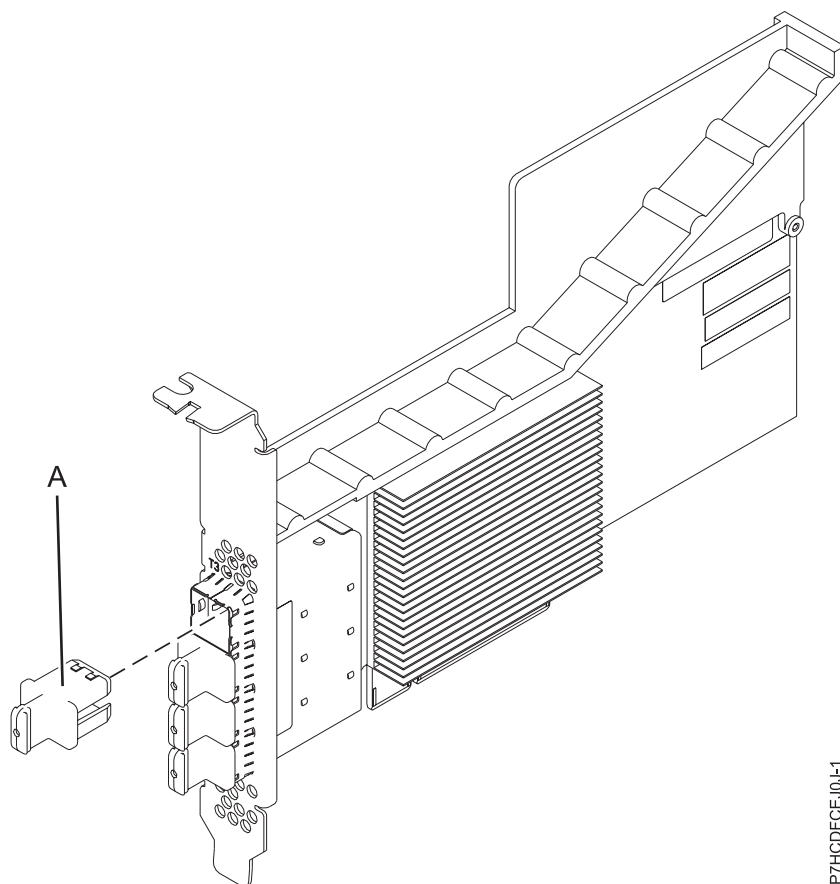

Figura 17. Adaptador de cintes PCIe3 SAS
L'adaptador de cintes PCIe3 SAS de quatre ports 6Gb x8 és un adaptador RAID SAS PCI Express (PCIe) de tercer generació, de perfil baix i format petit, però empaquetat per a la instal·lació d'alçada completa. L'adaptador s'utilitza en aplicacions d'alt rendiment, alta densitat i SCSI connectat en sèrie (SAS). Admet la connexió de cintes SAS utilitzant mini connectors x4 SAS d'alta densitat (HD) que permeten que els enllaços físics es puguin fer servir en diverses configuracions de port reduïdes i àmplies. La connexió de cintes SAS només s'admet en una configuració d'un sol adaptador i no es pot combinar amb el disc SAS del mateix adaptador. L'adaptador no té memòria cau d'escriptura. La Figura 17 a la pàgina 45 mostra l'adaptador de cintes PCIe3 SAS de quatre ports 6Gb x8.
Figura 17 a la pàgina 45 mostra l'adaptador. L'endoll del connector (A) es troba en un port buit i impedeix danys en aquest port sempre que s'endollin o s'extreguin cables de connectors de port adjacent.